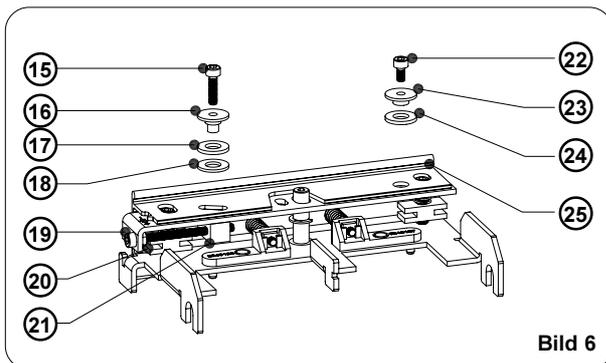

Bild 6
17. Bei der Montage von Schraube (19), Mutter (20) incl. Scheibe und Gleitstück (21) (siehe Bild 6) stellen Sie die Mutter zur Minimierung des seitlichen Spiels so dicht wie möglich an den Kopfwinkel, ohne dass die Drehung der Schrauben schwergängig wird.
18. Achten Sie bei der Montage des Umlenprofils Transfer (25) (siehe Bild 6) darauf, dass der Ansatz von Druckstück 2 (16) in die Langlöcher von Umlenprofil und Kopfwinkel hineinragt und der Ansatz von Druckstück 1 (23) in das Umlenprofil eintaucht. Bei korrekter Montage lässt sich das Umlenprofil durch Drehen an der Schraube (19) gegen den Kopfwinkel verschieben.